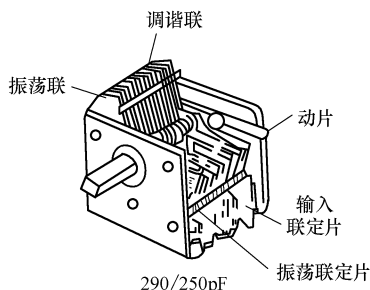

图 8-54 差容空气双联可变电容器引脚识别方法
1) 差容空气双联可变电容器引脚识别方法。如图 8-54 所示是差容空气双联可变电容器引脚识别方法示意图, 依据这一实物图可以方便地分清各引脚, 输入联即为调谐联。